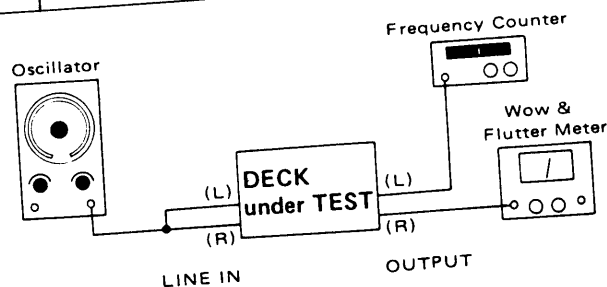

Fig. 4-1
1. Connect a wow-and-flutter meter to the deck as shown in Fig. 4-1.
1. Connect a frequency counter to the deck as shown in Fig. 4-1.
1. 図4-1のようにワウ・フラッタ・メータを接続し、
1. 図4-1のように周波数カウンタを接続する。